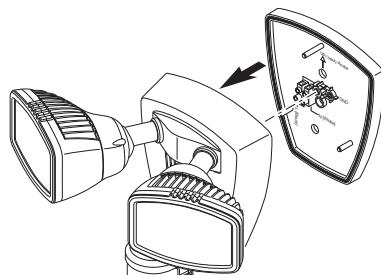

Figure 1
1. Dévissez le boulon de montage central qui fixe le boîtier du luminaire à la plaque 1-2-Easy ConnectMC, puis retirez la plaque (voir la Figure 1). Le boulon de montage est conçu pour demeurer dans le luminaire. *Remarque :* Assurez-vous que le joint de caoutchouc est placé sur la plaque 1-2-Easy ConnectMC.